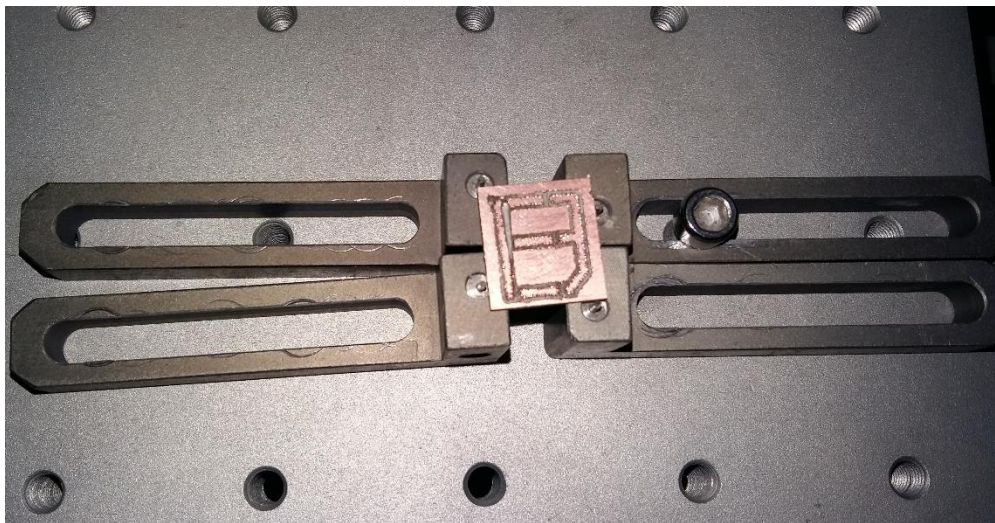

Figura 32. Ubicación de la PCB en la maquina Pick and Place TP220.
1. Ubiqué la PCB con pasta de soldadura en la máquina como se muestra en la figura 32.